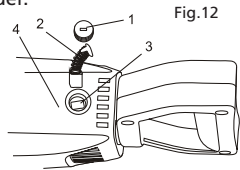

Fig.12
1. Use un destornillador de 5 mm (3/16") y retire la primera tapa. Gire la tapa hacia la izquierda para sacarlo de la carcasa del motor (Fig.12).